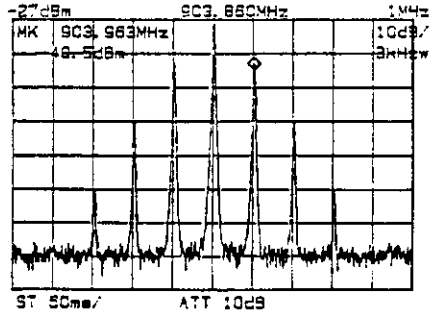

図 4-15 マーカの表示から変調周波数を読む
手順⑤ マーカを隣のピークに移動させ、マーカ周波数の表示を読みます (図 4-15)。